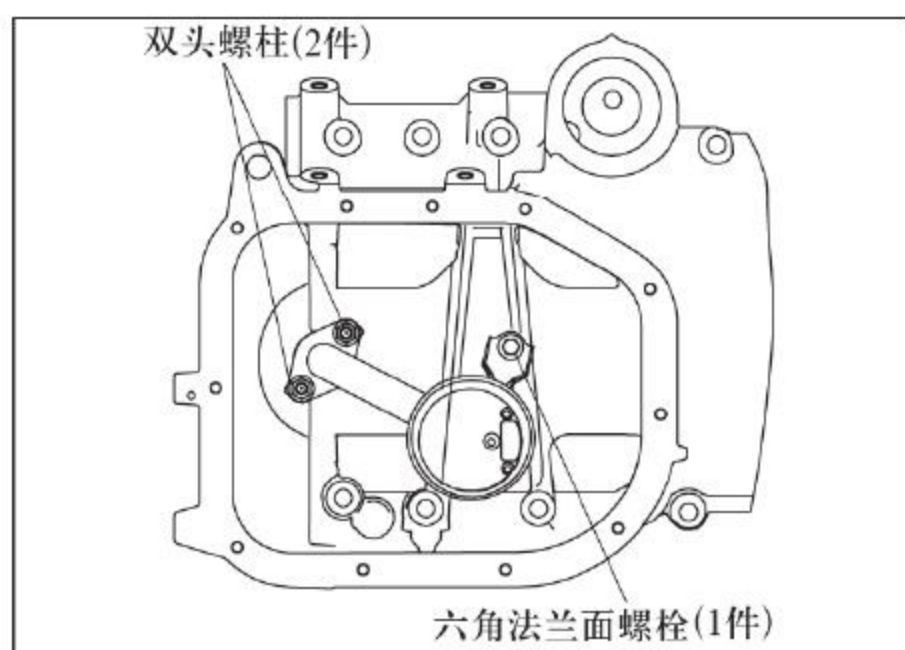

图10-3-6 安装机油收集器总成
- (3) 用2个螺母和1个螺栓，将机油收集器总成紧固在下缸体上，如图10-3-6所示。